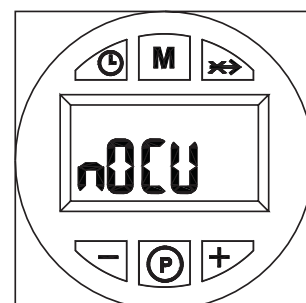

fig. 5
- Durante algunos segundos puede aparecer "nOCU" (fig. 5).